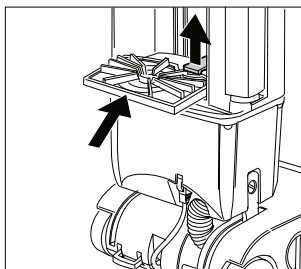

Fig. 8
5.2 Remplacement du filtre de sécurité <Fig. 8>